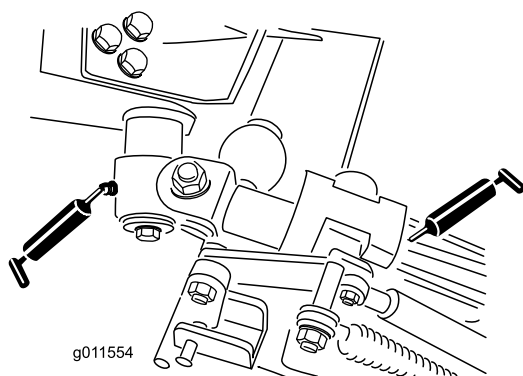

Bild 74
- Zwei Kipphebel-Drehbüchsen (Bild 74)
- Vier hintere Armbüchsen (Bild 74)